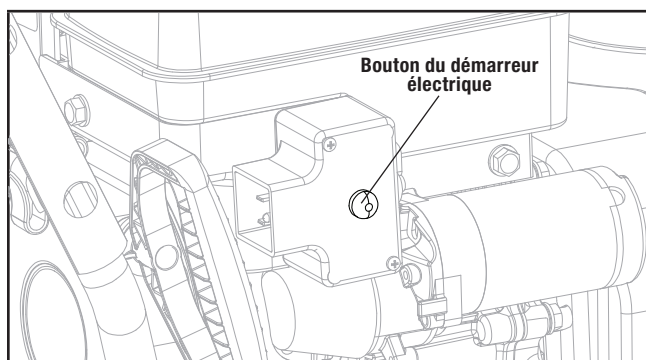

Figure 11D
7. Pour un démarrage électrique, vous pouvez également brancher le cordon électrique fourni dans le démarreur. Appuyez sur le bouton du démarreur électrique et assurez-vous que la tension d'alimentation principale est 120 V~ 60 Hz (figure 11D).